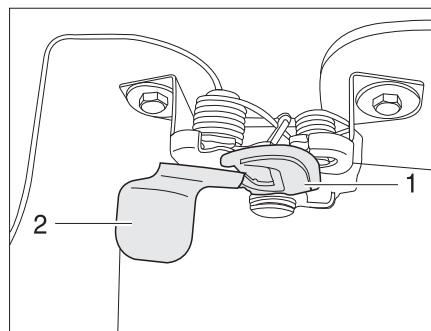

Fig. 34 Leva di sbloccaggio cofano motore esterna
- Infilare una mano sotto il cofano motore e azionare il gancio di fermo (Fig. 34,1). A tal fine afferrare la linguetta (Fig. 34,2) da dietro e tirarla in avanti.